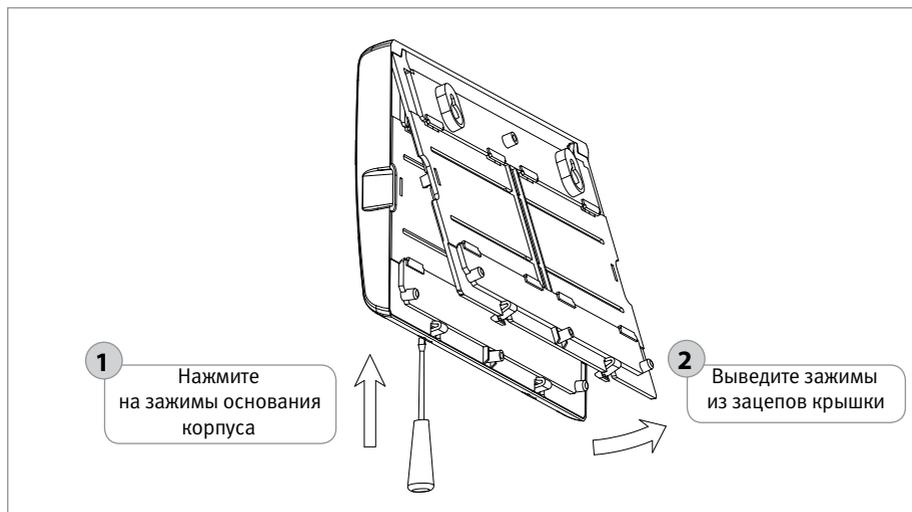

Рисунок 15. Снятие крышки прибора «Сигнал-20М»
- 1.3. Снимите крышку блока в порядке, указанном на рис.15 – 17.